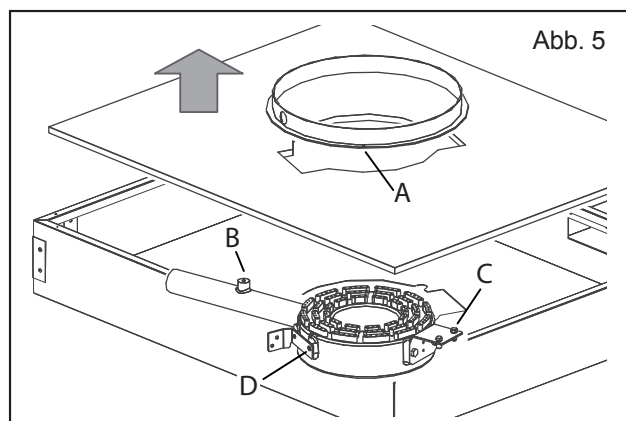

Abb. 5
Glühplattenherd 980: Befestigungsschrauben des Wärmeüberträgers (Abb. 5/A) abschrauben
- Isolierung entfernen und den Brenner von der Brennkammer abschrauben (Abb. 5/B+C)
- Träger abschrauben (Abb. 5/C+D) und an den neuen Brenner montieren